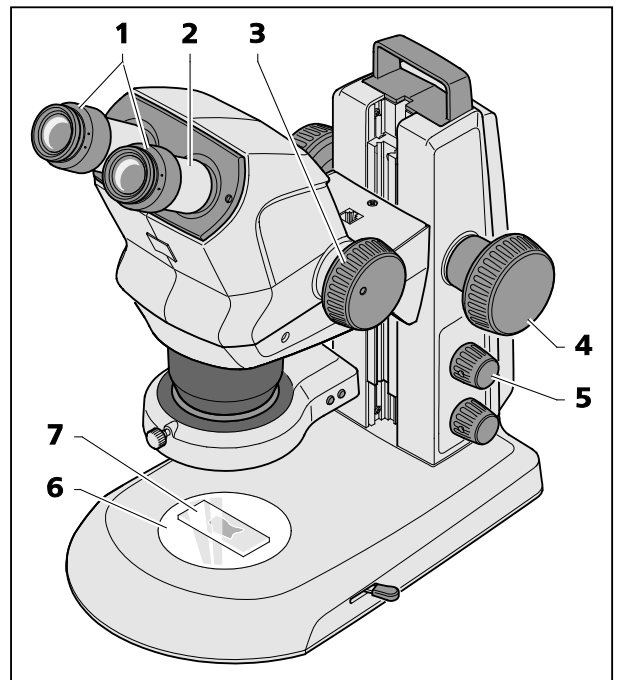

Fig. 13 Réglage du stéréomicroscope
1. Posez l'objet (Fig. 13/7) au centre de l'insert de platine (Fig. 13/6) et éclairez-le (Fig. 13/5).
2. Sur les oculaires réglables (Fig. 13/1), réglez l'échelle dioptrique sur "0".
3. Réglez l'écart pupillaire en écartant ou rapprochant les tubes porte-oculaire (Fig. 13/2) de façon à ne voir qu'**une seule** image circulaire et sans vignettage (champ d'objet) à travers les oculaires.
4. Réglez le grossissement (Fig. 13/3) sur la plus petite valeur pour commencer.
5. Choisissez un détail marquant au centre de l'image et effectuez la mise au point avec la molette de mise au point (Fig. 13/4).
6. Réglez ensuite le grossissement sur la valeur la plus élevée (Fig. 13/3). Le détail marquant sur lequel vous aviez effectuée la mise au point est vraisemblablement devenu flou à l'observation et s'est décalé.
7. Corrigez la mise au point, puis ramenez le détail au centre du champ visuel en déplaçant l'objet et recorrigez la mise au point si besoin est (Fig. 13/4).
8. Revenez ensuite sur le grossissement le plus faible et, si nécessaire, corrigez pour chaque œil les manques de netteté dans l'image en effectuant une compensation dioptrique avec les oculaires réglables (n'utilisez pas pour cela la molette de mise au point Fig. 13/4) (correction de l'amétropie de l'observateur).
- Appuyez sur le bouton rotatif (Fig. 13/5) pour allumer ou éteindre l'éclairage vertical (spot ou double spot).